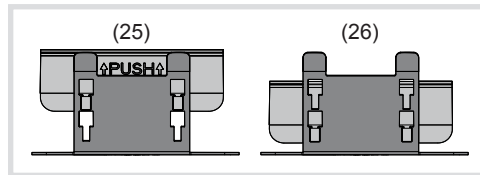

Bild 20: Umbau Öffnungswerkzeug
- Zum Öffnen einer Briefkastenfront 2/1 müssen zuvor die Öffnungswerkzeuge von den oberen (25) in die unteren Positionen (26) umgesteckt werden (Bild 20).